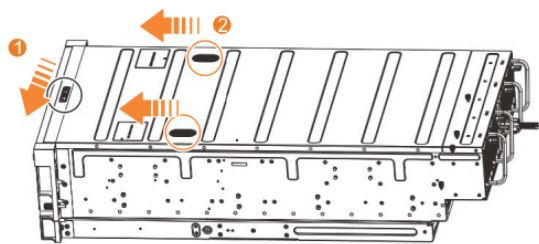

Figura 52. Liberando a tampa do gabinete de expansão 5U
1. Deslize a trava de liberação (1) na direção mostrada em Figura 52 na página 56.
2. Deslize a tampa para a parte frontal do gabinete de expansão (2), conforme mostrado em Figura 52 na página 56.